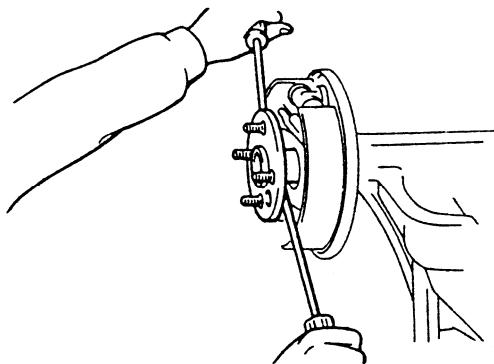

图 4-93 拆卸后半轴总成
(1) 如图 4-93 所示，拆卸后半轴总成。注意在拉出后半轴时小心切勿损伤油封。